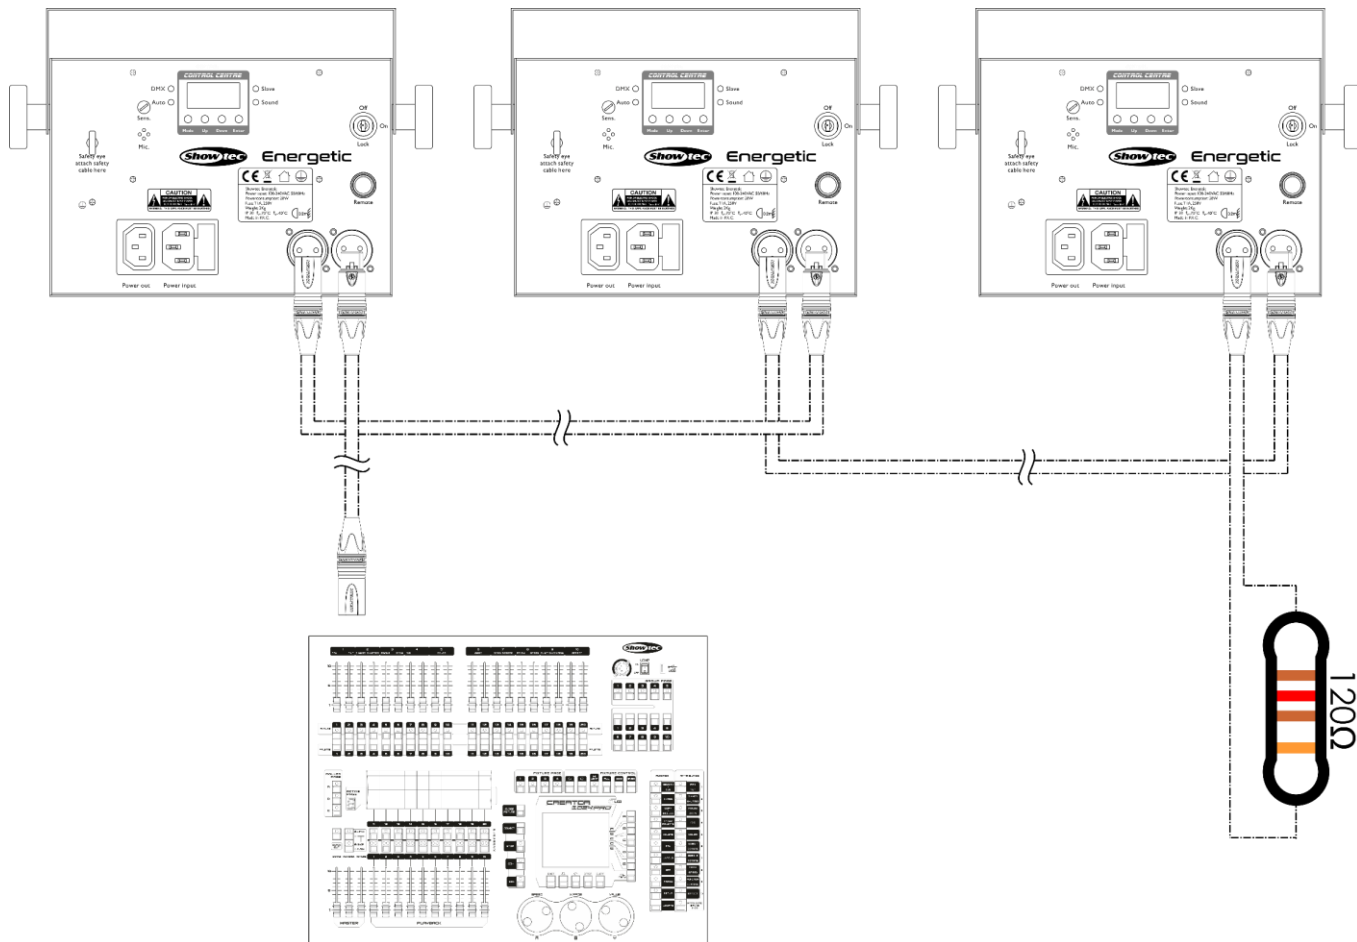

Fig. 07
- 04) Conecte las unidades entre ellas como se indica en la Fig. 07. Conecte un cable de señal DMX que vaya desde el conector DMX Out (salida) de la primera unidad al conector DMX In (entrada) de la segunda unidad. Repita este proceso para interconectar las unidades segunda y tercera.